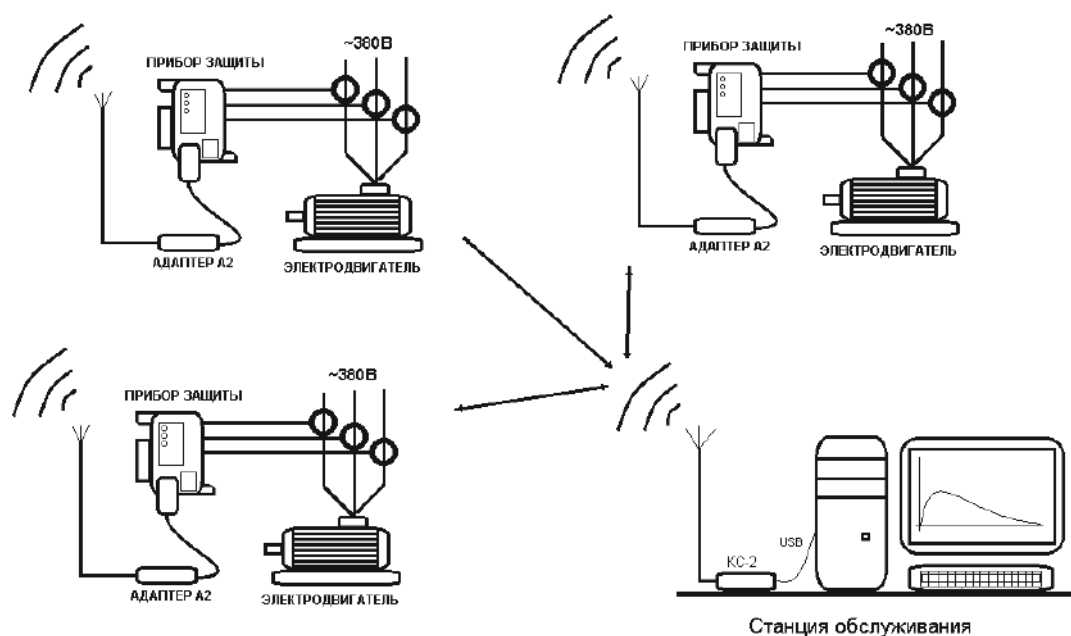

Рисунок 1 – схема организации связи в сети беспроводного доступа.
2.1. Контроллер предназначен для обслуживания беспроводной сети WL_NET и совместно с мобильным или стационарным персональным компьютером (ПК) образует мобильную или стационарную станцию обслуживания (СО) сети объектов * (рис.1).